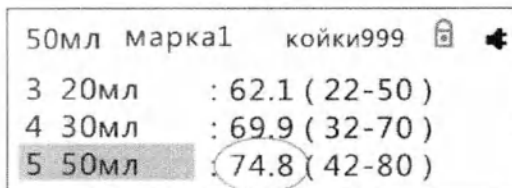

Рис. 5-18
4) Поверните поворотный регулятор, чтобы переместить курсор на 50 мл, затем нажмите на него. Теперь вы можете настроить параметры. Поворачивайте поворотный регулятор, чтобы настроить значение для измеренной на этапе 1 длины, затем нажмите на него для сохранения изменений. Калибровка шприца 50 мл завершена, как показано на рис. 5-18.